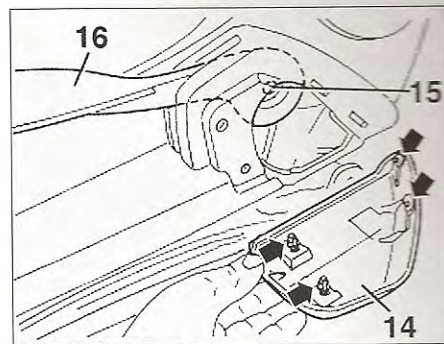
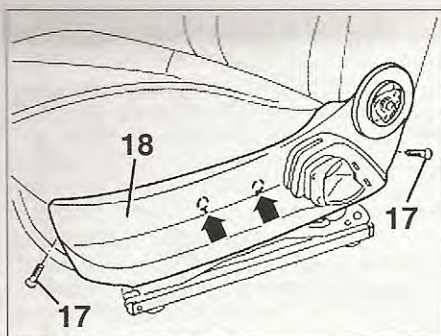

FIG. 15
FIG. 16
- Desengrapar la tapa (14) de la palanca de reglaje de altura del asiento (fig. 15).
- Desmontar el tornillo de fijación (15) de la palanca (16).
- Desmontar los 2 tornillos de fijación (17) de la guarnición lateral (18) del asiento (fig. 16).